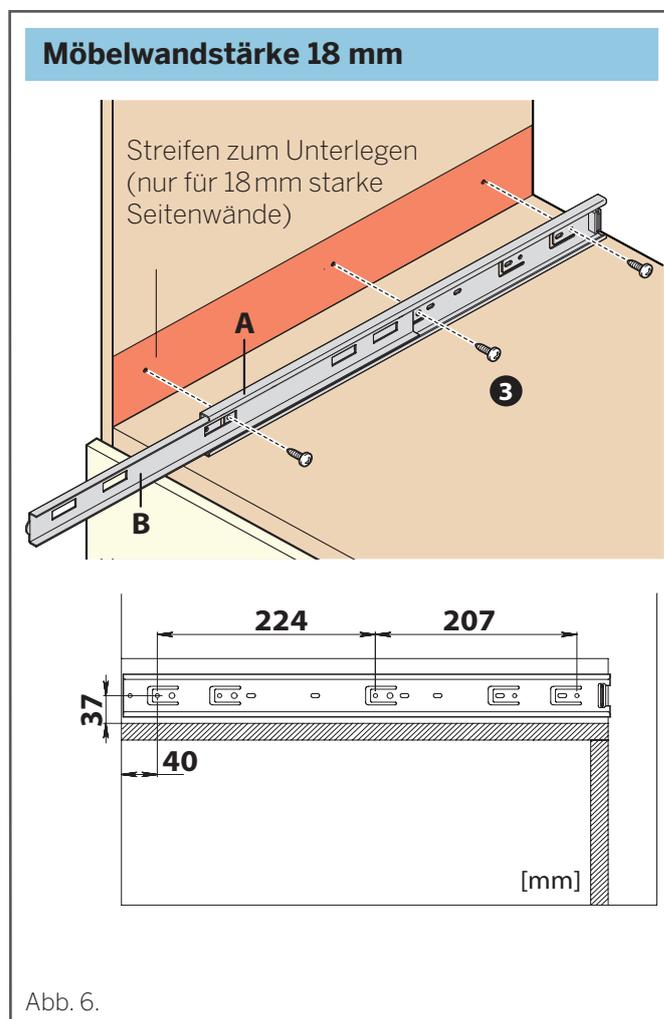

Abb. 6.
- ⚠ An Möbeln mit 18 mm starken Seitenwänden ist der Gebrauch von Unterlegscheiben (im Lieferumfang enthalten) obligatorisch, siehe Abb. 6.
- 3 Die **Führungskörper A + B** an den Seitenwänden der Säule mit selbstschneidenden Schrauben befestigen (TC ZN, 4 x 15); für die an den Seitenwänden des Möbels anzubringende Bohrung siehe Abb. 5. und Abb. 6.